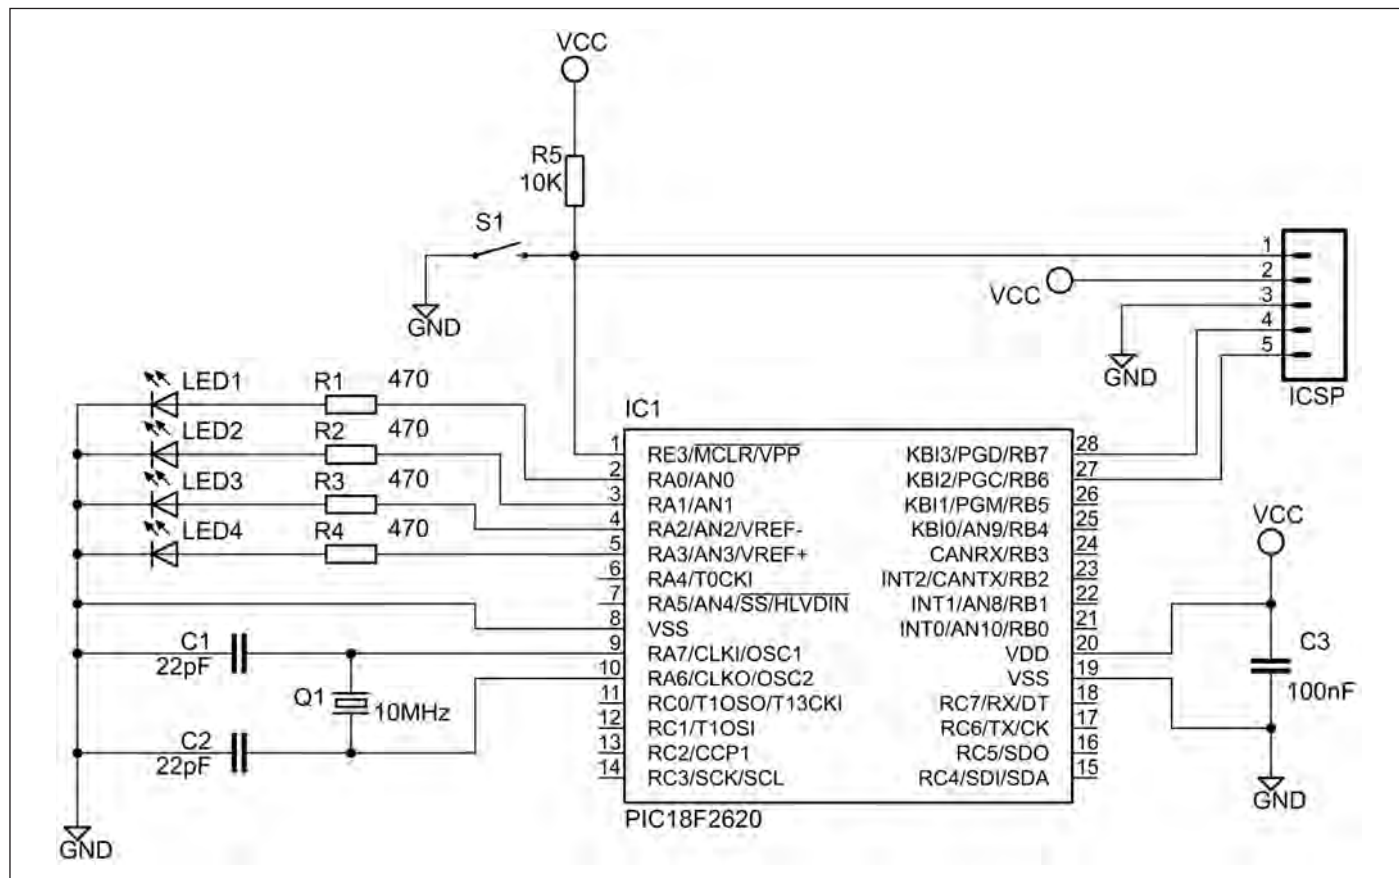

Figura 1: schema elettrico del circuito.
**Q**uello che vedremo è un semplice circuito che controlla quattro LED, una sorta di "Hello World" usato per le MCU. Lo schema utilizzato è quello visibile in **figura 1**, come si può vedere il circuito è molto semplice e, oltre ai LED e alle relative resistenze prevede solo i componenti base per il funzionamento dei PIC. Analizziamolo nel dettaglio per chi non ha pratica con queste MCU.